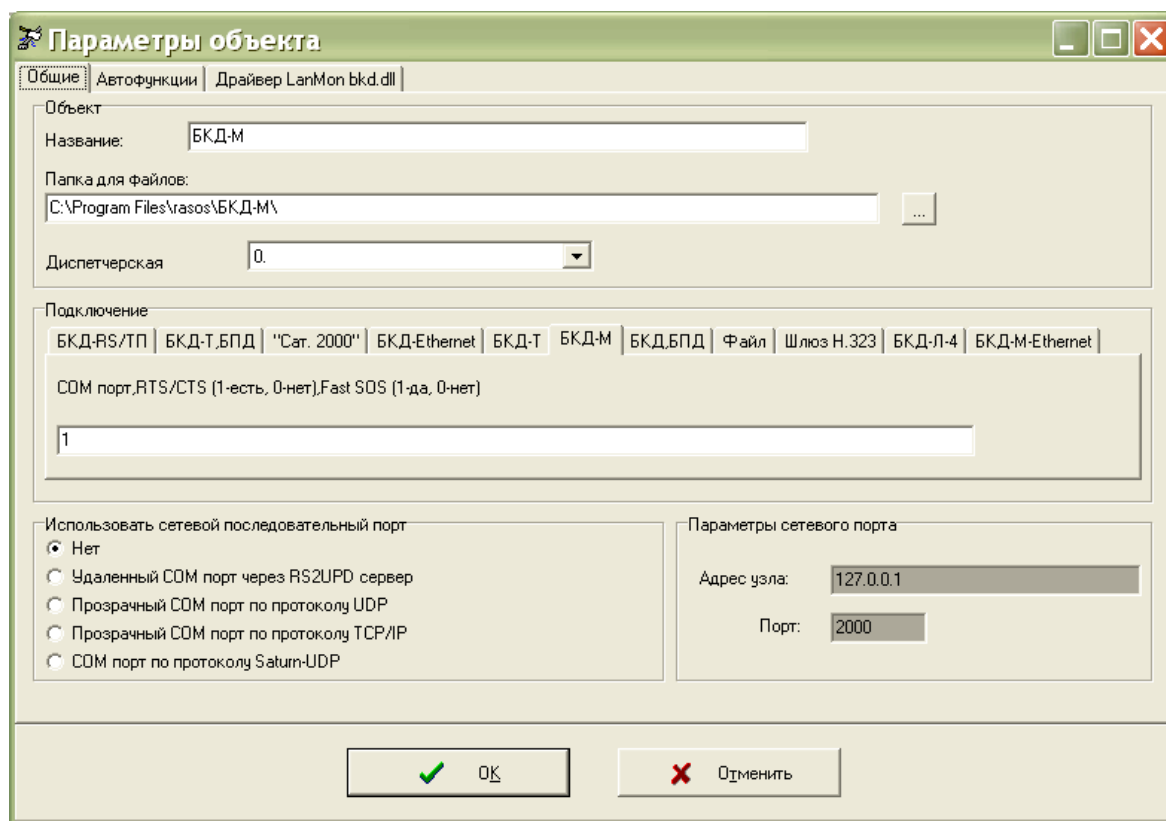

Рисунок 9
Создать подключение к БКД-М, указать номер COM порта ПЭВМ, к которому подключен БКД-М (рисунок 9).
подключен БКД-М (рисунок 9).
2) Подключиться программой RASOS к блоку БКД-М (рисунок 9).